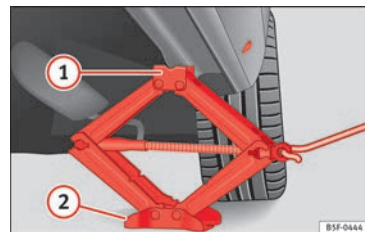

Fig. 73 Longarina: colocação do macaco do veículo.
- Rode a manivela do macaco*, colocado por baixo do ponto de apoio da longarina, para levantá-lo até que o ressalto **①** » » » **Fig. 73** se encontre por baixo da zona que lhe corresponde.
- Alinhe o macaco* de forma que o ressalto **①** «fique encaixado» na zona da longarina que lhe corresponde e que a placa base móvel **②** fique apoiada no chão. A placa base **②** deve ficar colocada na vertical, relativamente ao ponto de apoio **①**.